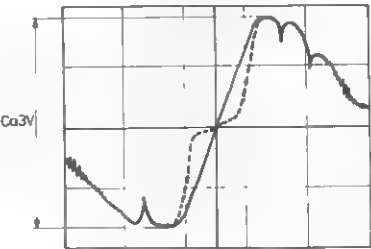

Fig. 5
- Stel de pot.meter van 500 kΩ zodanig in, dat de S-kromme, zichtbaar op de oscillograaf, een vorm heeft zoals in fig. 5 is getekend (niet onderbroken lijn).
- Indien de kromme, zichtbaar op de oscillograaf, een vorm heeft zoals in fig. 5 is getekend (onderbroken lijn), stel dan kern bU512 en nU514 beurtelings in, totdat de goede vorm van de S-kromme zichtbaar is.